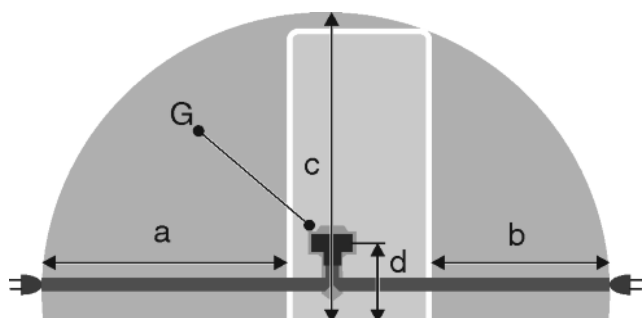

Fig. 27
- Gniazdo znajduje się poza tylną częścią urządzenia w podanym obszarze Fig. 27 (a, b, c).
- ▶ Wtyczkę urządzenia Fig. 27 (G) podłączyć z tyłu urządzenia. Zwrócić uwagę na prawidłowe zazębenie.